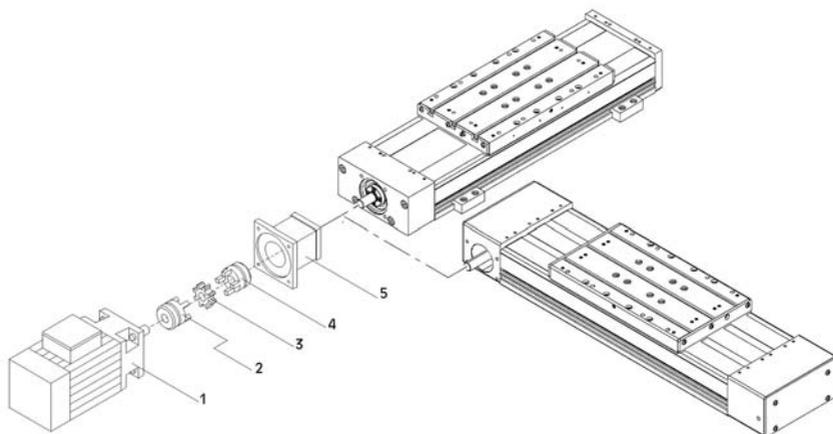

Figure 9
1. **Figure 9:** poser le moteur (1) à côté de l'unité linéaire, dans la position de montage.
3. Monter une moitié de l'accouplement (4) sur l'arbre d'entraînement de l'unité linéaire.
4. Fixer la lanterne (5) sur le logement du palier fixe (6) avec quatre vis.
5. Pousser le pignon (3) sur le demi-accouplement fixé sur l'unité linéaire.
6. Monter la deuxième moitié de l'accouplement (2) sur le tourillon d'entraînement du moteur.
7. Fixer le moteur avec le demi-accouplement sur la lanterne (5) à l'aide de quatre vis. Veiller à ce que des efforts de pression axiaux n'agissent pas sur l'arbre du moteur. L'écartement des deux demi-accouplements doit être corrigé le cas échéant.